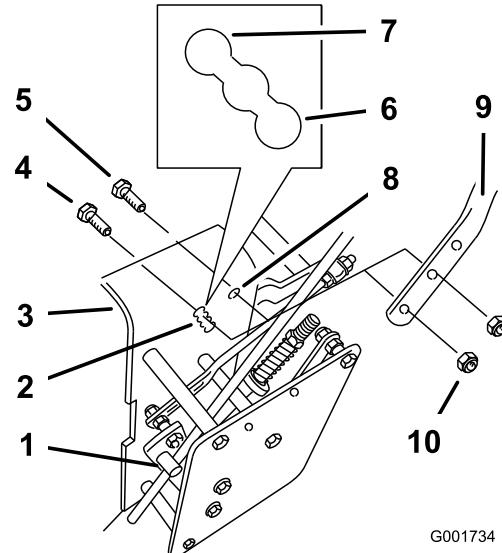

Figure 23
2. Desserrez les boulons à embase supérieurs (3/8 x 1-1/4 po) et l'écrou à embase de fixation de la poignée au cadre arrière (Figure 23).
3. Enlevez les boulons à embase inférieurs (3/8 x 1 po) et les écrous à embase de fixation de la poignée au cadre arrière (Figure 23).
5. Ajustez la longueur de la tige de commande en la tournant dans sa fixation (Figure 23).